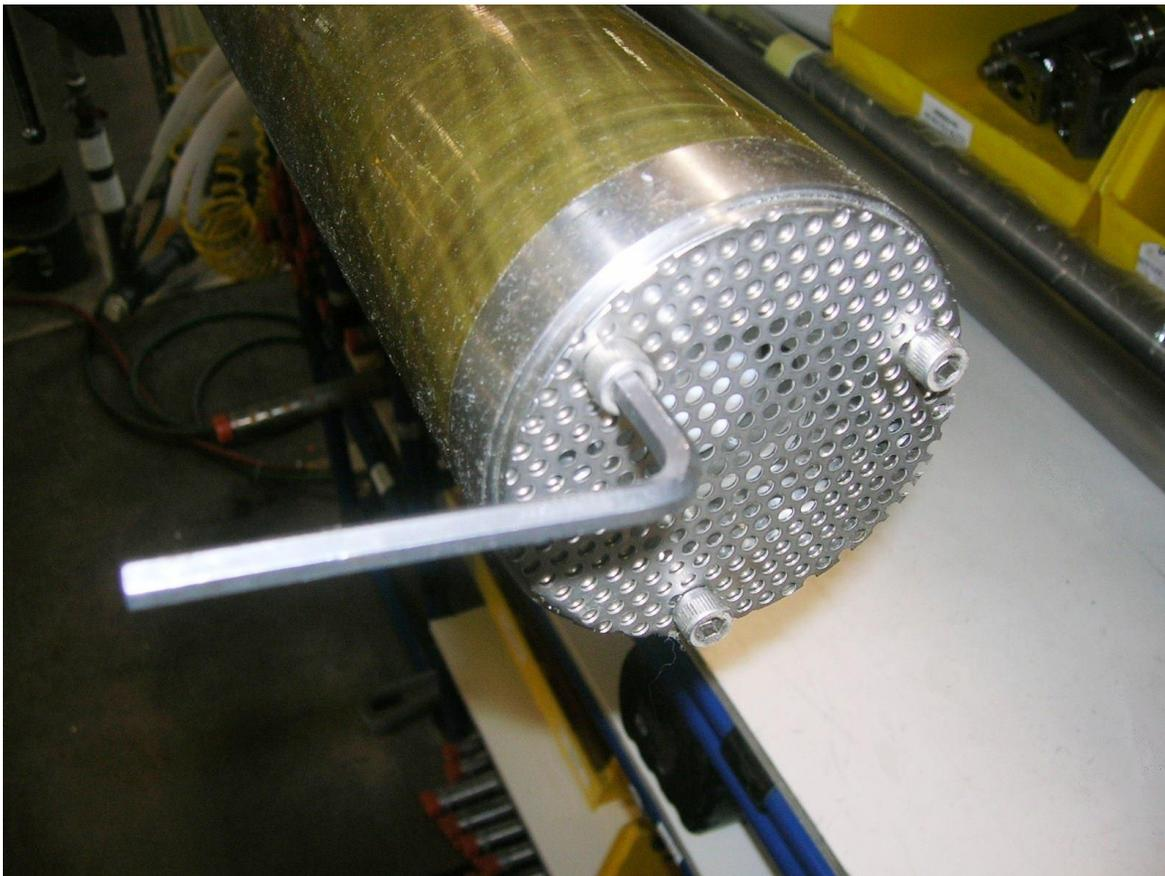

Figura 4-1
Remueva los (3) tornillos de la tapa que sostienen la malla de admisión (Figura 4-1). Esto se logra con una llave Allen de 3/16". Si tiene una reclaimer de llenado superior únicamente, no tendrá malla (Figura 4-2). Use una llave inglesa para remover la admisión inferior o tapón inferior, como sea el caso. (Figura 4-3)